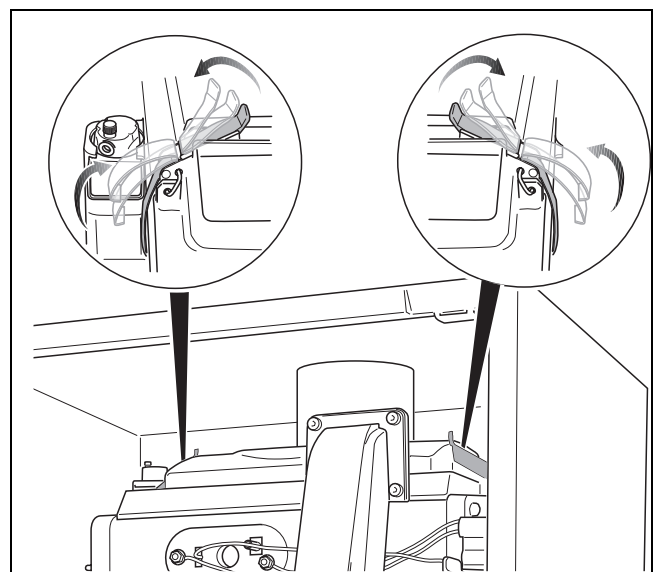

Fig. 67 Snelsluitingen openen
- Sluit de 2 snelsluitingen van de branderdeksel (fig. 67).